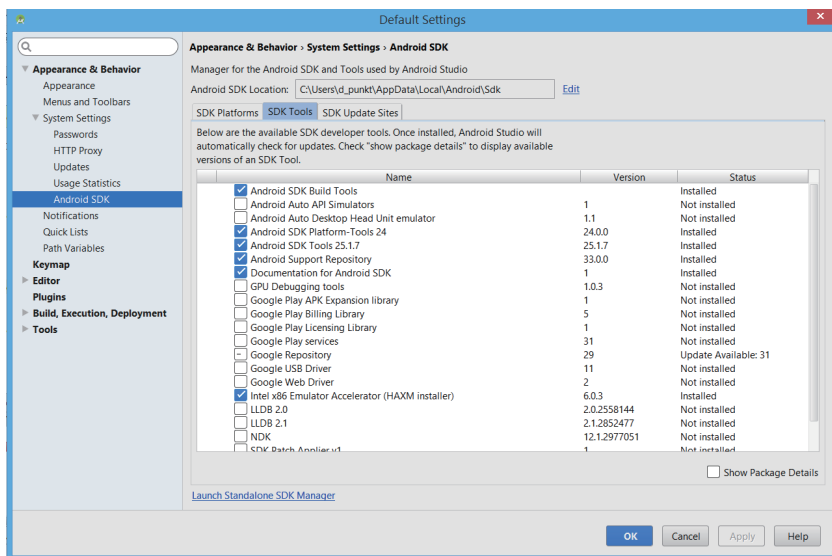

图 2-23 你可以在安卓开发工具 Android Studio 的 SDK 管理器中管理和下载所需的软件包
- 调出 Android Studio（程序 - Android Studio - Android Studio），然后在配置选项下启动 SDK 管理器（如图 2-23 所示）。